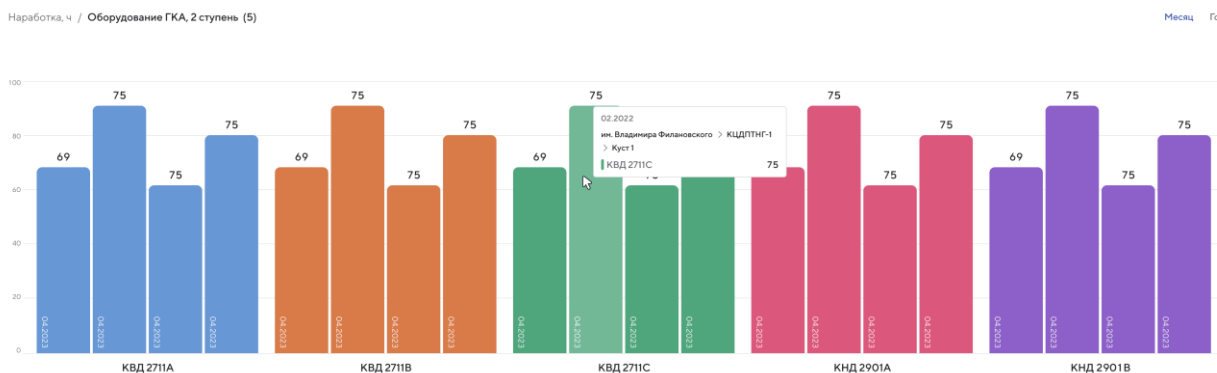

Рисунок 200 – Страница вкладки «Наработка». Выбран вид оборудования «Оборудование ГКА»
5. Подведите указатель мыши к столбцу диаграммы вида оборудования и нажмите левую кнопку мыши. Откроется страница вида оборудования со статистической информацией о количестве часов наработки в разрезе единиц оборудования, входящих в данный вид оборудования (Рисунок 200).
5. Подведите указатель мыши к столбцу диаграммы вида оборудования и нажмите левую кнопку мыши. Откроется страница вида оборудования со статистической информацией о количестве часов наработки в разрезе единиц оборудования, входящих в данный вид оборудования (см. Рисунок 200).